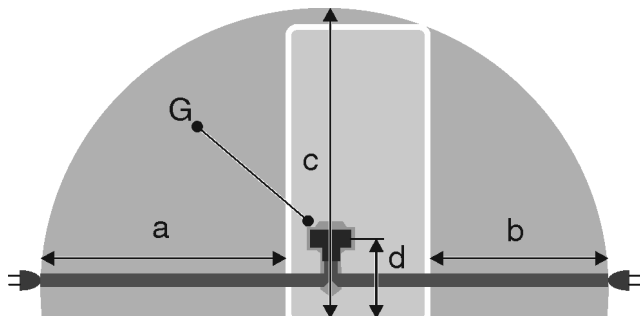

Fig. 30 *
- ▶ Gerätestecker *Fig. 30 (G)* auf der Rückseite des Gerätes einstecken. Auf richtiges Einrasten achten.
- Steckdose liegt nicht hinter dem Gerät, sondern in den Bereichen a oder b *Fig. 30 (a, b, c)*.